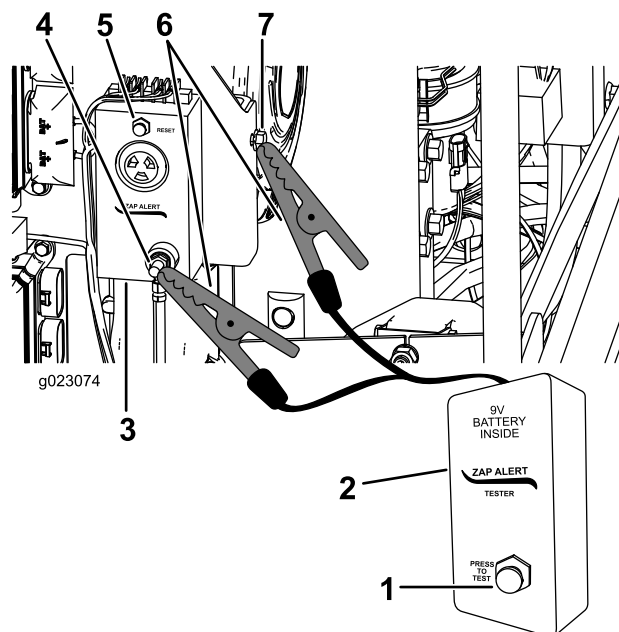

Figura 63
3. Conecte una de las pinzas del probador del sistema Zap Alert al conector de tierra del sistema Zap Alert (Figura 63).
5. Pulse el botón de prueba del probador del sistema Zap Alert (Figura 63).
6. Pulse el botón de reinicio del Zap Alert para detener la alarma (Figura 63).